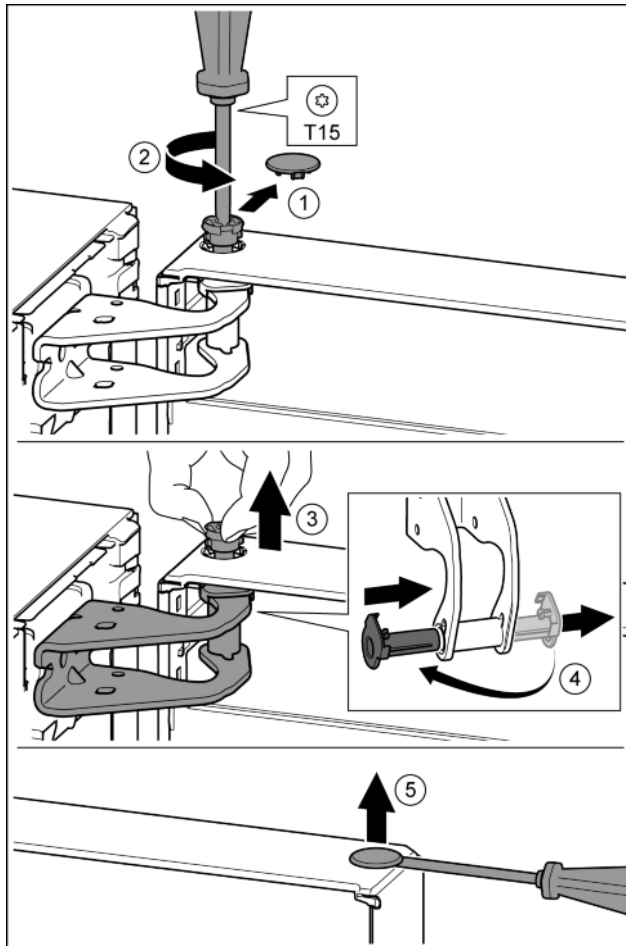

Fig. 13
- ▶ Свалете внимателно предпазния капак. Fig. 13 (1)
- ▶ С отвертка T15 отвийте малко болта. Fig. 13 (2)
- ▶ Дръжте здраво вратата и с пръсти извадете болта. Fig. 13 (3)
- ▶ Извадете лагерната втулка от водача. Поставете от другата страна и фиксирайте. Fig. 13 (4)
- ▶ С плоска отвертка внимателно повдигнете тапата от лагерната втулка на вратата и я извадете. Fig. 13 (5)